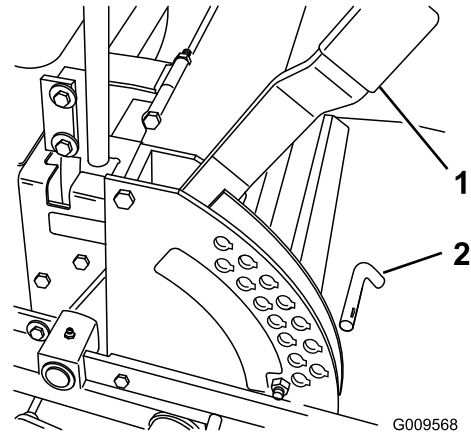

Figure 28
1. Élevez le levier de sélection de hauteur de coupe en position de TRANSPORT (qui correspond aussi à la hauteur de coupe de 127 mm) (Figure 28).
2. Pour changer de hauteur de coupe, retirez l'axe du support de hauteur de coupe (Figure 28).
3. Placez l'axe de chape dans le trou du support correspondant à la hauteur de coupe voulue (Figure 28).